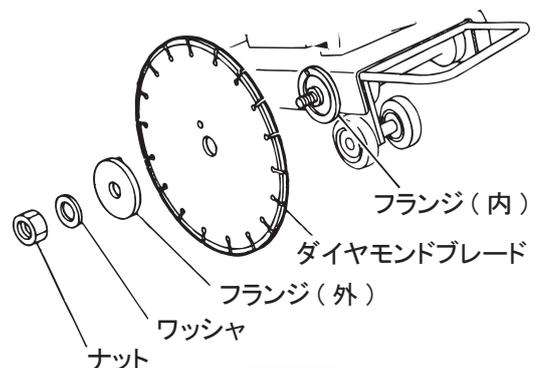

図 8
2. ブレード軸にフランジ(内)、ダイヤモンドブレード、フランジ(外)、ワッシャー、締付ナット(左ネジ)の順に取付けます。(図8)